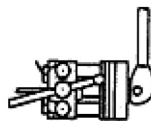

Abb. 3
- C. Nachdem das Rohr gemäß der Anleitungen vorbereitet wurde, die Haltemutter der Anlage einsetzen und somit auf der Matrizenrückseite positionieren. Das Rohr in die Matrize so weit einführen, bis das Rohrende bündig mit der Matrize abschließt. Sicherstellen, dass beide Matrizenhälften die hinteren Blöcke berühren. Den Haltebügel der Matrizen schließen und die Matrizen festziehen. Sicherstellen, dass das Rohr und die Matrizen immer noch korrekt positioniert sind (**Abb. 3**).